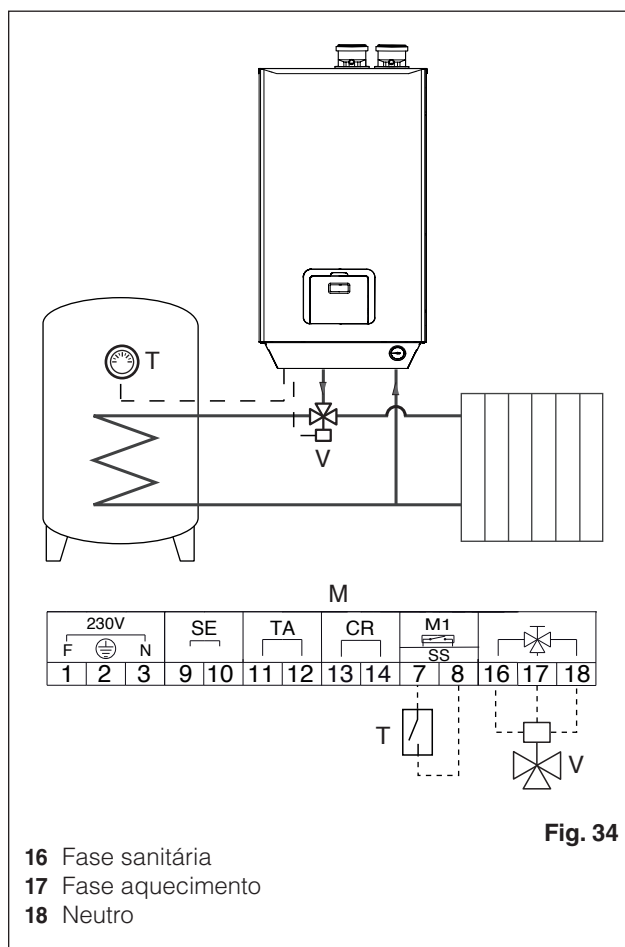

Fig. 34
- realizar o circuito hidráulico representado em Fig. 34
- conectar eletricamente a válvula de desvio (V) aos contatos 16, 17 e 18 predispostos na régua de terminais da caldeira (M)
- conectar os contatos do termóstato de regulação do ebulidor (T) aos contatos 7 e 8 da régua de terminais da caldeira (M)